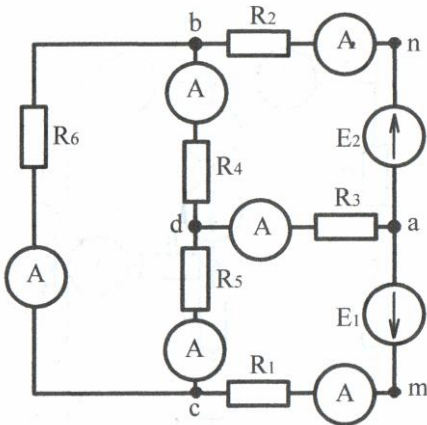

Рис. 4.2
- 3.1. Начертить схему электрической цепи, которую рассчитывали в индивидуальном задании 1.2, включив в каждую ветвь по одному амперметру (в качестве примера на рис. 4.2 приведена аналогичная схема);
индивидуального задания одного из членов бригады для сборки электрической цепи. Номера выбранных амперметров занести в табл. 5 и обозначить на схеме (рис. 4.2).
2. Собрать цепь (рис. 4.2) с параметрами одного из членов бригады. При сборке цепи необходимо использовать узлы a , b , c , d , имеющиеся на лабораторном стенде.